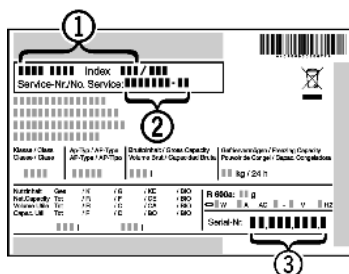

Fig. 12
▶ Наименование устройства Fig. 12 (1), сервисный № Fig. 12 (2) и серийный № Fig. 12 (3) считайте с заводской таблички. Заводская табличка находится внутри устройства слева.
▶ Обратитесь в сервисную службу и сообщите вид неисправности, наименование устройства Fig. 12 (1), сервисный № Fig. 12 (2) и серийный № Fig. 12 (3).